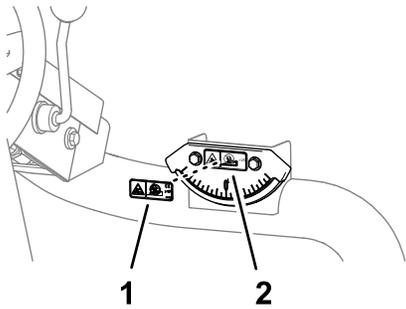

Figura 39
1. Limpie la pegatina de inclinación del indicador de pendientes con alcohol, y deje que la pegatina se seque (Figura 39).
2. Retire el papel protector y aplique la pegatina de peligro de inclinación CE a la pegatina de inclinación del indicador de pendientes (Figura 39).